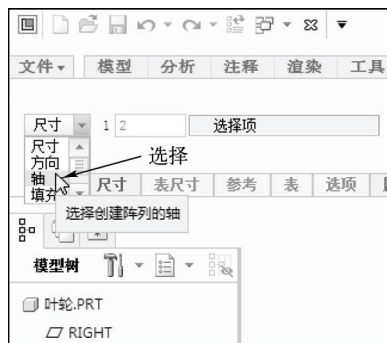

图 7-47 选择“轴”选项
STEP 02 在模型树中选择“组 LOCAL_GROUP”选项，在功能区选项板的“模型”选项卡中，单击“编辑”面板中的“阵列”按钮 ，打开“阵列”选项卡，单击“尺寸”右侧的下拉按钮，在弹出的列表框中选择“轴”选项，如图 7-47 所示。